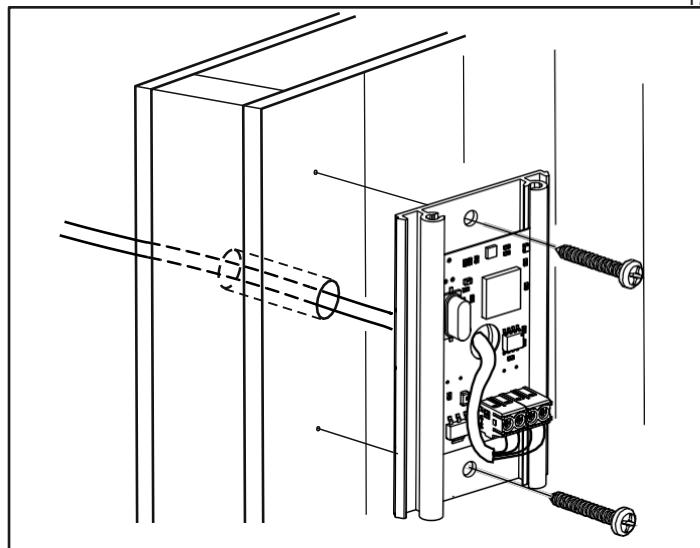

Figura 14: Installazione del sensore, cablaggio attraverso la parete
10. Montare il tubo di scarico, serrare la valvola, inserire il beccuccio e serrare il tubo sul serbatoio dell'acqua (vedere Figura 14).